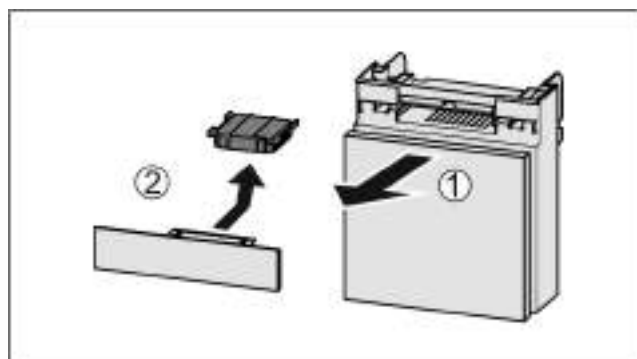

Fig. 202
- Вытянуть Fig. 202 (1) отделение движением вперед.
- Извлечение Fig. 202 (2) фильтра с активированным углем.